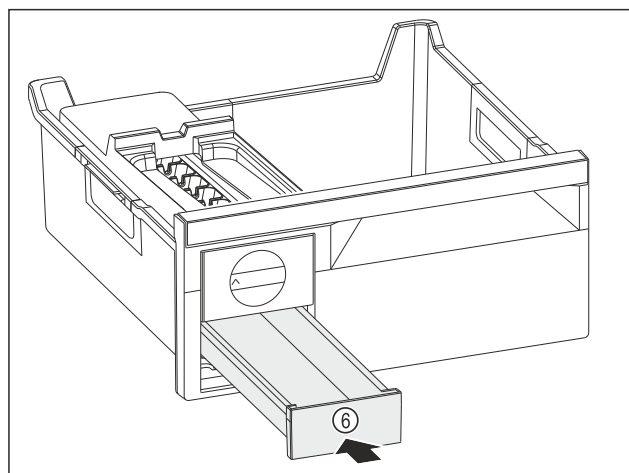

Fig. 110
- Ijsblokjesvak Fig. 110 (6) inschuiven.